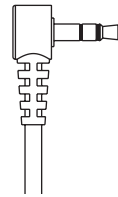

Figure 1
3. Insérez la fiche du détecteur de fuite (Figure 1) dans la prise du détecteur en façade (Figure 2).
2. Aucun débit d'eau d'un tuyau (ni chaud ni froid) : Voyant VERT : ACTIVÉ Voyant JAUNE : ACTIVÉ Voyant ROUGE : DÉSACTIVÉ / FAIBLE CLIGNOTEMENT (Clignotement toutes les 3 secondes)	1. Réparez les crépines sur les tuyaux de la machine à laver. 2. Nettoyez les grilles au niveau de l'IntelliFlow® (voir Figure 1). Avant de réparer les crépines, assurez-vous de retirer l'alimentation à IntelliFlow® en débranchant l'appareil, puis fermez l'alimentation en eau chaude et froide à IntelliFlow®.
<p>Tamis</p> <p>Joint torique</p> <p>Figure 1</p>